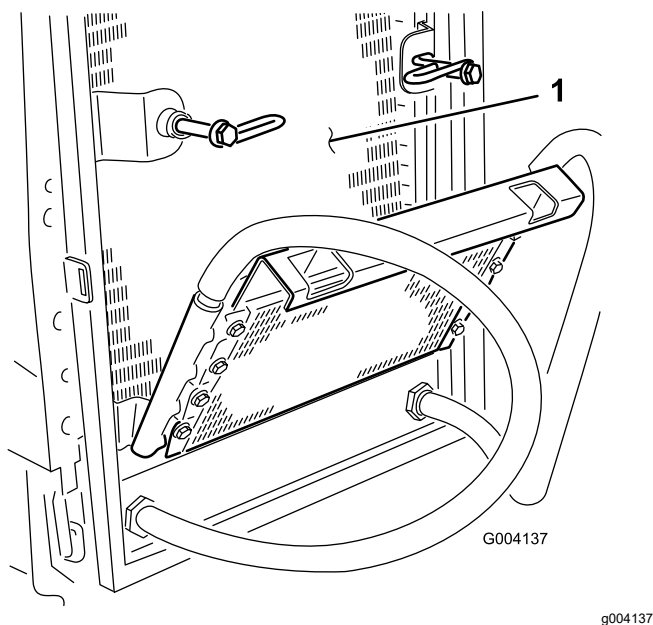

Рисунок 106
8. Тщательно очистите обе стороны маслоохладителя и радиатора (Рисунок 106) сжатым воздухом.